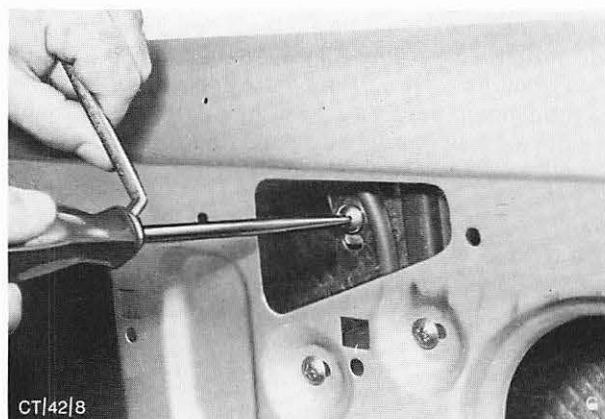

Abb. 26 Schrauben entfernen – Fensterscheibe an Hebeschiene
2. Fensterscheibe ausbauen, Abb. 26.